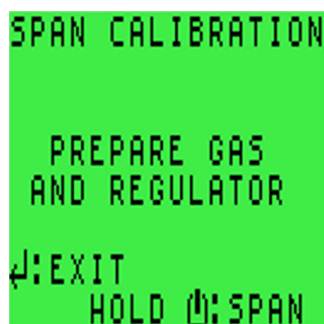

Рисунок 9-3: Экран SPAN CALIBRATION
3. Далее, разместив прибор в чистом воздухе, нажмите и удерживайте правую кнопку для выполнения калибровки диапазонов прибора по чистому воздуху. По завершении калибровки на экране появится сообщение SPAN CALIBRATION, как показано на Рисунок 9-3: Экран SPAN CALIBRATION.